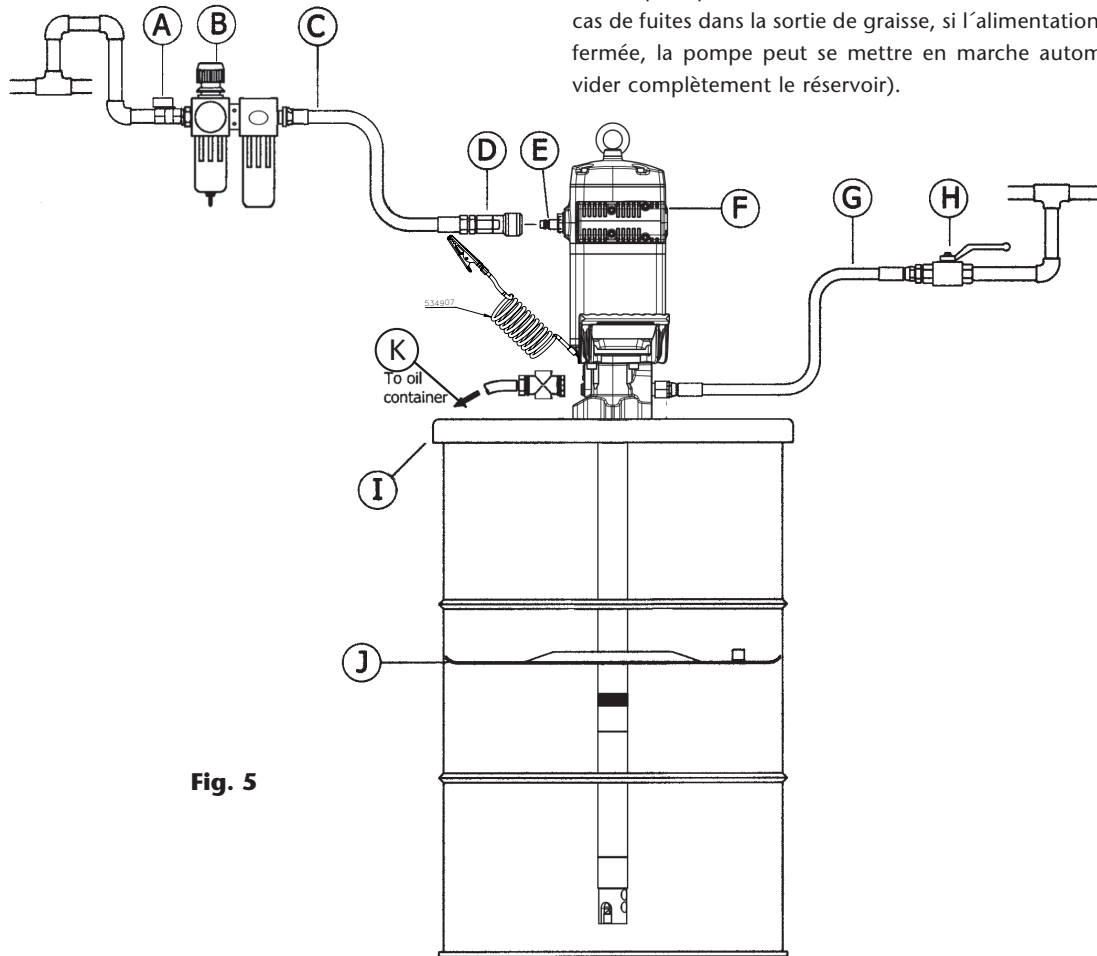

Fig. 5
1. Placer la pompe à l'horizontale sur un établi qui la soutiendra par le tube d'aspiration (fig 5) Donner quelques coups de marteau dans le tube supérieur (73) près de l'union avec le corps (69) pour rompre le frein filet.
2. Dévisser l'écrou de l'amarceur (94) et démonter-le (93).
4. Une fois dévissé, tirer le moteur jusqu'à la goupille (70) de la tige (49). Avec un marteau et une tige filetée, sortir la goupille (70). Le moteur est libéré.